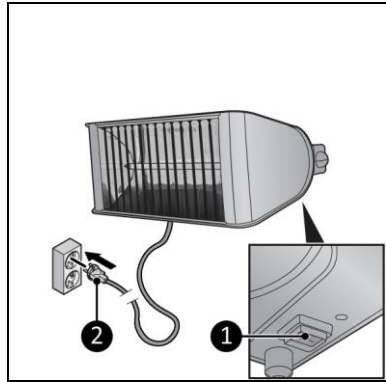

Abbildung 9
2. Stellen Sie sicher, dass sich der EIN/AUS-Schalter in der AUS-Position befindet (Abbildung 9, Pos. 1).
3. Stecken Sie den Netzstecker (Abbildung 9, Pos. 2) in eine leicht zugängliche geerdete Steckdose. Verwenden Sie eine geerdete Steckdose mit einer Mindestleistung von 2400 Watt.
1. Stellen Sie sicher, dass sich der EIN/AUS-Schalter in der AUS-Position befindet (Abbildung 9, Pos. 1).
2. Ziehen Sie den Netzstecker aus der Steckdose (Abbildung 9, Pos. 2).